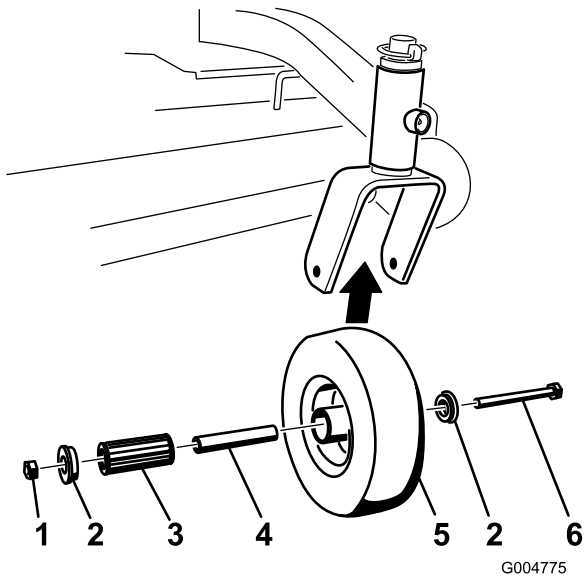

Figura 45
1. Retire la contratuerca y el perno que sujetan la rueda giratoria a la horquilla (Figura 45).
2. Retire un solo casquillo y tire del casquillo intermedio y del cojinete de rodillos para sacarlos del cubo de la rueda (Figura 45).
3. Retire el otro casquillo del cubo de la rueda y limpie la grasa y la suciedad del cubo de la rueda (Figura 45).
4. Inspeccione el cojinete de rodillos, los casquillos, el casquillo intermedio y el interior del cubo de la rueda para comprobar que no están desgastados. Cambie las piezas defectuosas o desgastadas (Figura 45).
5. Para montar el conjunto, coloque un casquillo en el cubo de la rueda. Engrase el cojinete de rodillos y el casquillo intermedio y deslícelos en el cubo de la rueda. Coloque el segundo casquillo en el cubo de la rueda (Figura 45).
6. Instale la rueda giratoria en la horquilla y fíjela con el perno y la contratuerca. Apriete la contratuerca hasta que el casquillo intermedio se apoye contra el interior de las horquillas de las ruedas giratorias (Figura 45).